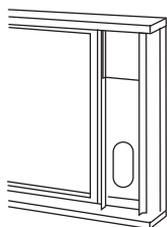

Abb. 14
3. Schneiden Sie die Schaumstoffdichtung (Klebstoffart) auf die richtige Länge zu und kleben Sie sie auf den oberen Teil des Fensters. Siehe Abb. 14